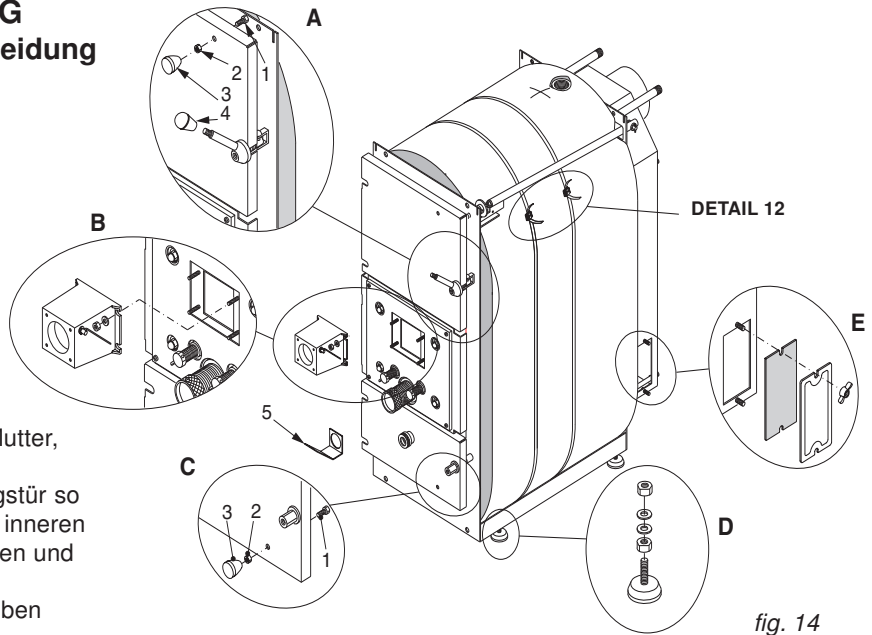

fig. 14
#### TEILE-MONTAGE fig. 14:
- Kessel-Isolation, fig.14 gleichseitig über den Kesselkörper legen, leicht umhüllen und mittels 2 Spannbänder befestigen, siehe Darstellung (Detail 12). Hierzu die Isolation um die Vorlauf-Anschlussmuffe ausschneiden.